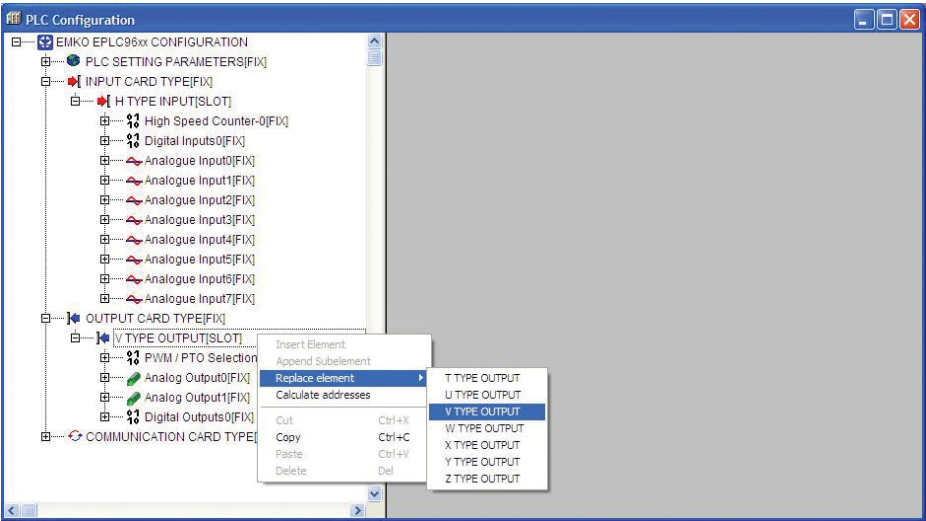

Рисунок 15.14 — настройка модуля вывода
13) Так же сконфигурировать модуль вывода **OUTPUT CARD TYPE [FIX]**. Для этого выбрать правой кнопкой мышки **T TYPE OUTPUT [SLOT]**, в контекстном меню выбрать **«Replace element»** и тип модуля вывода (см. Рисунок 15.14). В нашем случае - **«V TYPE OUTPUT»**;